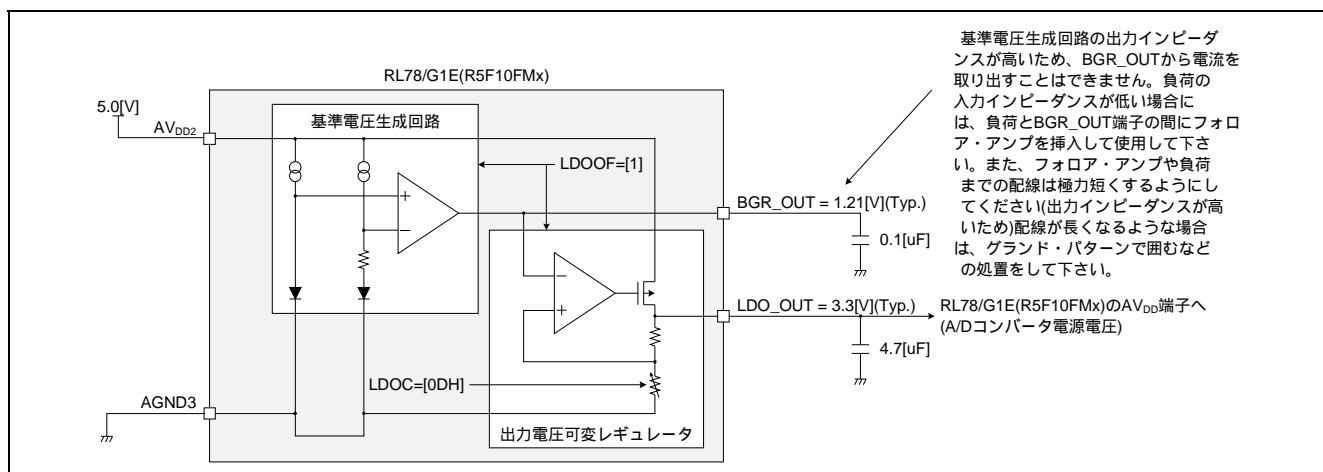

図6.4 基準電圧生成回路および出力電圧可変レギュレータのブロック図
- 基準電圧生成回路および出力電圧可変レギュレータのブロック図を図6.4に示します。